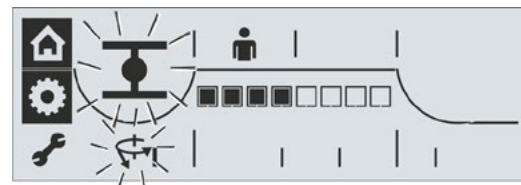

Fig. 2: Meny «Parametere» er aktiv
5. Bekreft valget: Trykk på dreiebryteren. Aktuatorens befinner seg i menyen «Parametere», nøkkelsymbolet lyser konstant og symbolet for den første parameteren blinker, her moment i endeposisjon LUKKET (Fig. 2).